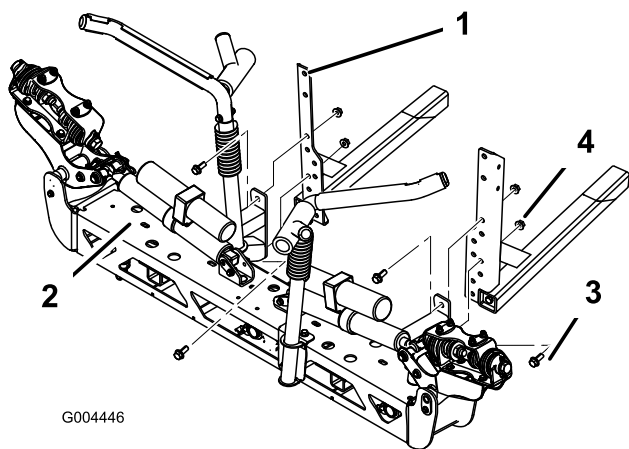

Figure 14
3. Fixez l'ensemble rampe centrale aux montants au moyen de 4 boulons à embase (1/2 x 1-1/4 po) et 4 écrous à embase (1/2 po) (Figure 14).